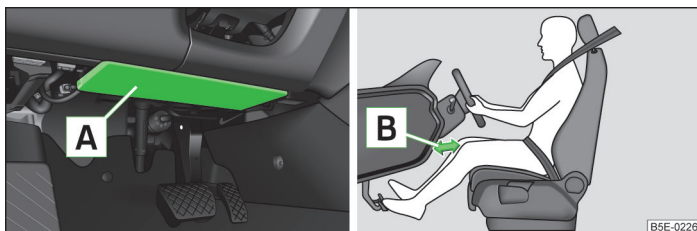

Fig. 160 Airbag pentru genunchi de sub coloana de direcție
Airbagul pentru genunchi al șoferului **A** este montat în partea inferioară a planșei de bord, sub coloana de direcție » fig. 160.
- Reglați longitudinal scaunul șoferului în așa fel, încât distanța de la picioare **B** la planșa de bord să fie de minim 10 cm în zona airbagului pentru genunchi » fig. 160. Dacă, din rațiuni de mărime corporală, nu este posibil să se îndeplinească această condiție, adresați-vă unei unități autorizate ŠKODA.